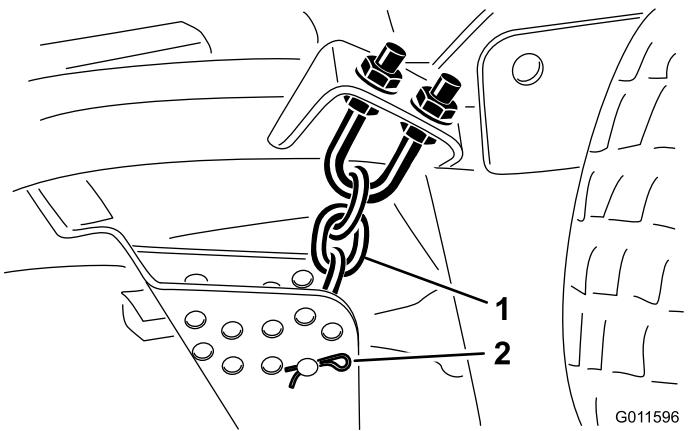

Рисунок 24
9. Снимите шпллинт и шпллинтуемый штифт, которые крепят цепи регулировки высоты скашивания к задней части деки газонокосилки (Рисунок 24).